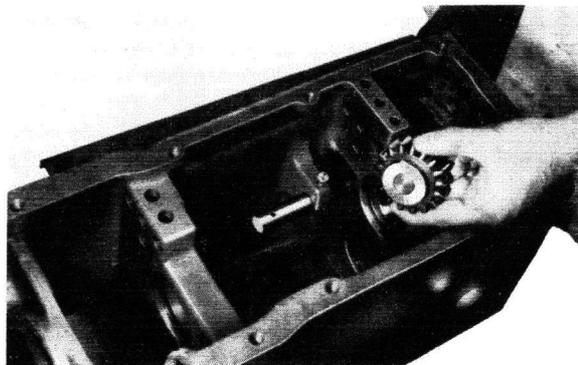

Fig. 7
- l'arbre de pignon de marche AR par l'AV ou l'AR en chassant celui-ci au moyen du MIDO (fig. 7),